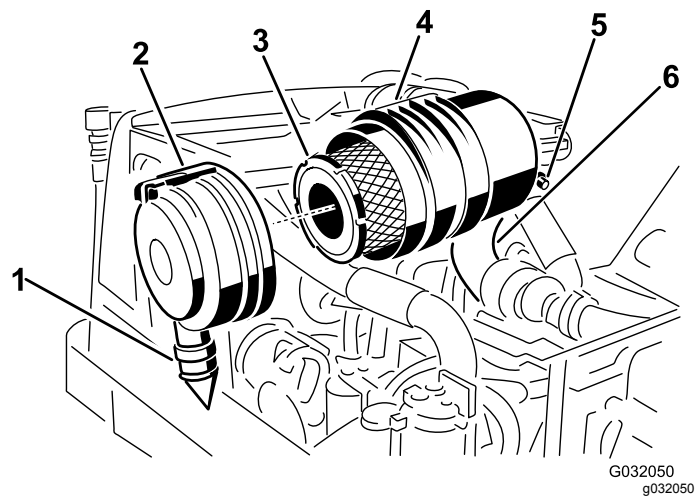

図 46
2. 主フィルタを外す 図 46。
3. 主フィルタを交換する 図 46。
7. アウトレットバルブが下向き後ろから見たとき、時計の5時と7時の間になるようにカバーを取り付けてラッチを掛ける 図 46。